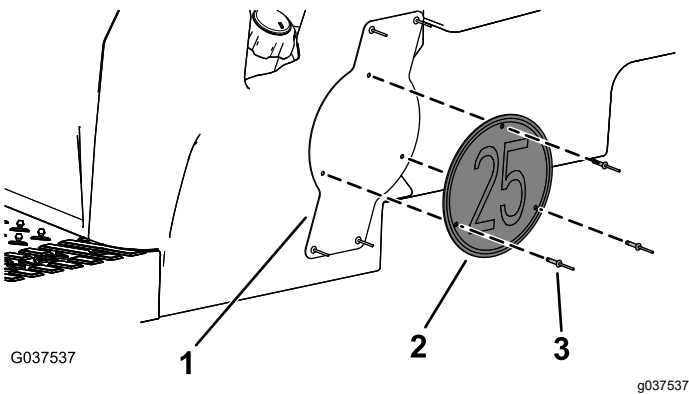

Figura 12
8. Instale la placa de velocidad en el soporte con 3 remaches ciegos (3/16" x 15/16"), como se muestra en la Figura 12.